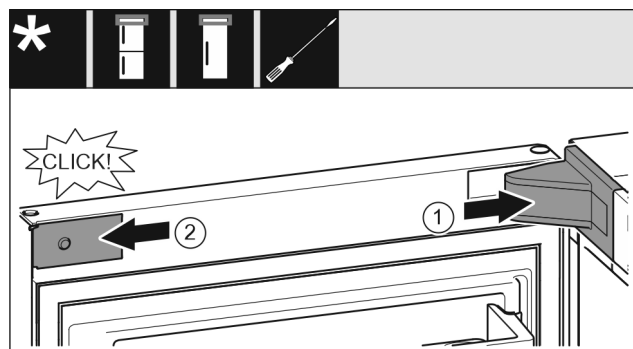

Fig. 24
- Mettre en place le cache du support de palier Fig. 24 (1) et l'enclencher. Au besoin, l'écartier avec précaution.
- Placer le cache Fig. 24 (2) sur le côté et l'enclencher.